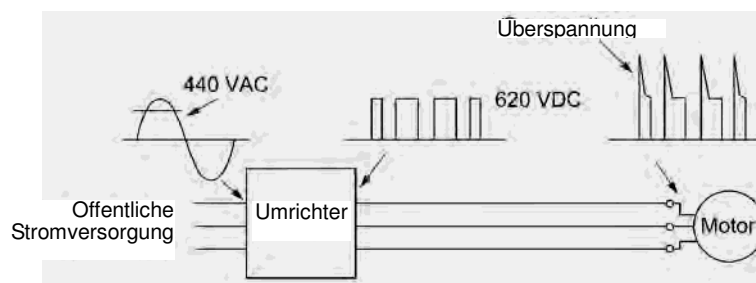

Abbildung C.1: Wellenform der Spannung an einzelnen Abschnitten
Da jedoch Induktivitäten (L) und Streukapazitäten (C) in der Verkabelung zwischen Umrichter und Motor existieren, verursacht die Spannungsschwankung aufgrund des Umschaltens der Umrichterbauelemente eine durch LC-Resonanz entstehende Überspannung und somit eine zusätzliche Hochspannung an den Anschlussklemmen des Motors, siehe Abbildung C.1.